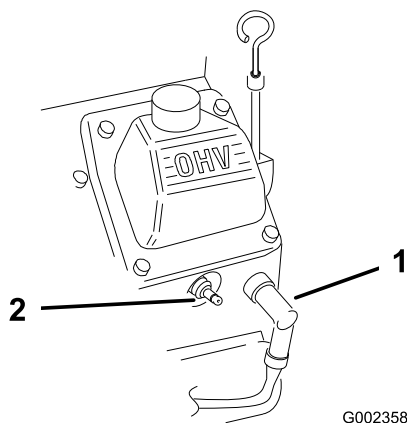

Рисунок 28
2. Отсоедините провода от свечей зажигания (**Рисунок 28**).